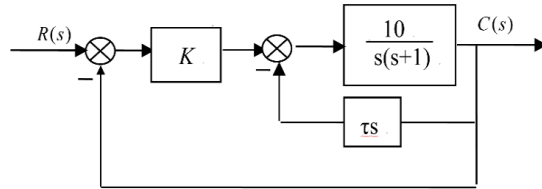

图 3
2. (10 分) 反馈控制系统结构图如图 3 所示, 要求满足性能指标: 超调量 $\sigma\%=17.8\%$, 峰值时间 $t_p=2s$, 求: